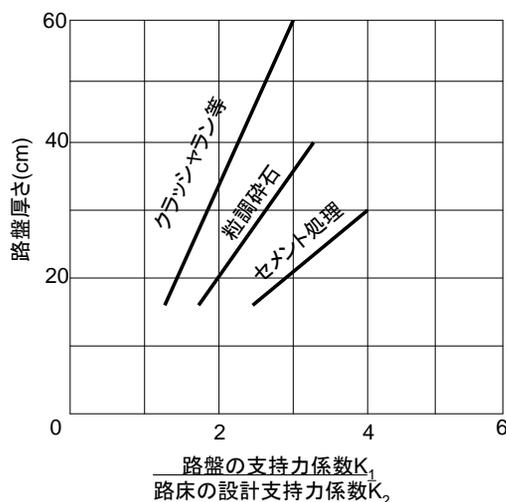

Figure 1
3. 路床の設計支持力係数が  $50(\text{MN}/\text{m}^3)$  である。下層路盤をクラッシュラン路盤で 20cm 厚さにするとすれば、路盤面の支持力係数  $K_1 = 150(\text{MN}/\text{m}^3)$  とするためには、上層路盤を粒度調整碎石とした時の必要厚さは (ニ) (cm) であり、セメント安定処理とした時は (ヌ) (cm) である。(Figure 1 参照)。
4. (1) コンクリート版の幅  $B=4(\text{m})$ 、長さ  $L=8(\text{m})$ 、厚さ  $h=0.25(\text{m})$  および摩擦係数  $f=1.0$  の場合に、 $\phi=6(\text{mm})$  の鉄筋を用いた鉄網の必要断面積  $A_s = \text{(ネ)}$  ( $\text{m}^2$ )、必要本数  $N = \text{(ノ)}$  (本) である。なお、コンクリート版半枚に作用する摩擦力  $F_{1/2} = 0.012fBLh(\text{MN})$  であり、鉄筋の許容応力度は  $130(\text{MN}/\text{m}^2)$  である。